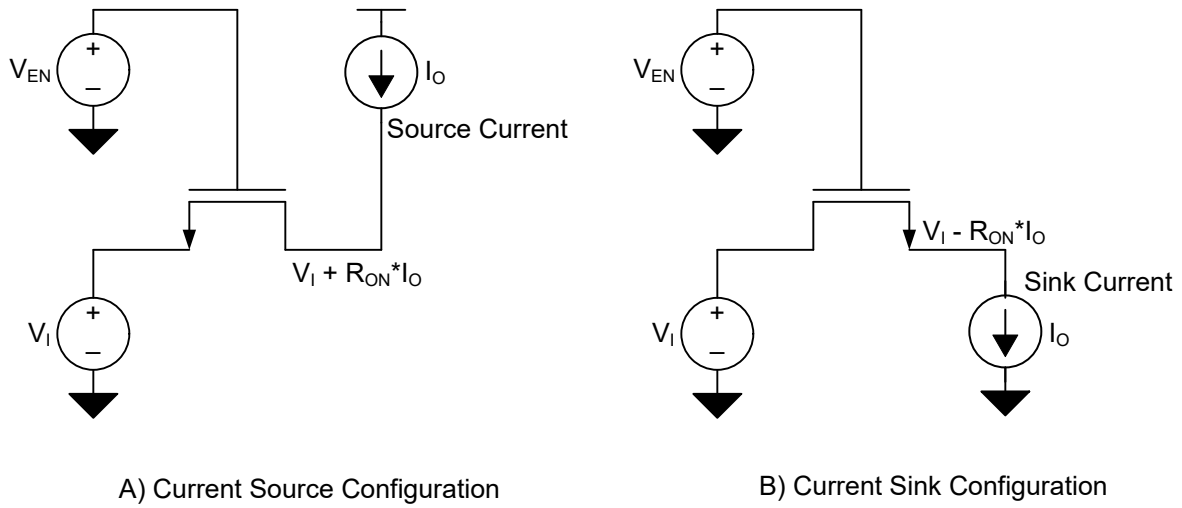

图 7-1. 用于直接  $R_{ON}$  测量的拉电流和灌电流配置
(1) 所有典型值均在 TA=25°C 下测得。
(2) 在流过开关的指示电流下，通过 SCL1 和 SCL2 或 SDA1 和 SDA2 端子之间的电压降来测量。最小导通状态电阻由两个端子的最低电压决定。
(3) 仅在拉电流配置中测量。参阅图 7-1
(4) 仅在灌电流配置中测量。参阅图 7-1